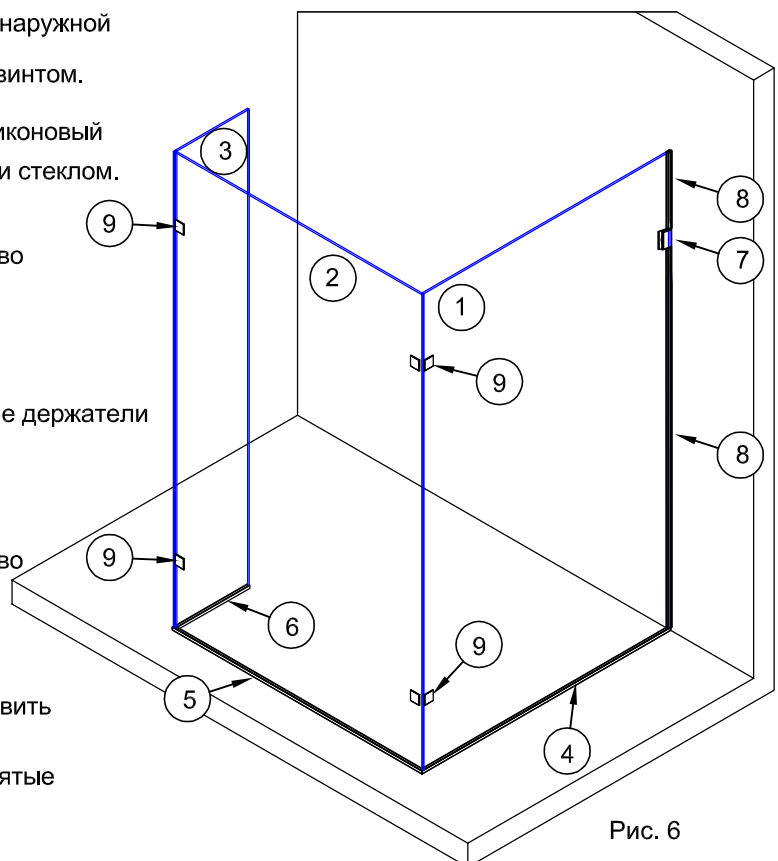

Рис. 6
2.5. Установить уплотнитель №8 на торец стеклянной панели от стены. Отрезки уплотнителя подрезать для плотного прилегания к держателю стекла №7 и к профилю №4 на полу (рис.6).
2.6. В середину профиля №4 нанести силиконовый герметик для заполнения щелей между профилем и стеклом (рис.6).
Прижать стекло к стене и полу (рис. 6).
2.11. Вставить панель №2 в профиль на полу №5. в отверстия на панелях №1 и №2 установить угловые держатели стекла №9 (рис.6). Снаружи установить и прикрутить предварительно снятые фиксирующие пластины.
2.13. Вставить стекло панели №3 в левый боковой профиль №6. В отверстия на панелях №3 и №2 вставить угловые держатели стекла №9 (рис.6). Снаружи установить и прикрутить предварительно снятые фиксирующие пластины.